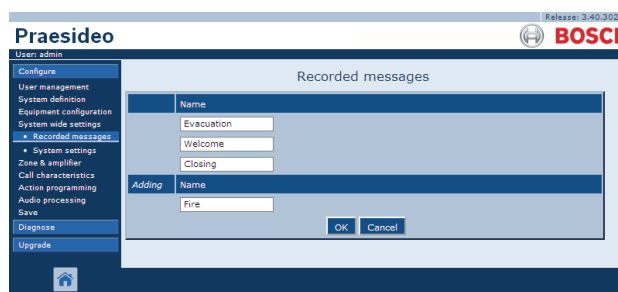

Abb. 44.4: Anmelden von Durchsagen, Schritt 3
- 3 Geben Sie den Namen der WAV-Datei im Durchsagensatz im Feld *Name* ein (Beispiel siehe Abb. 44.4).